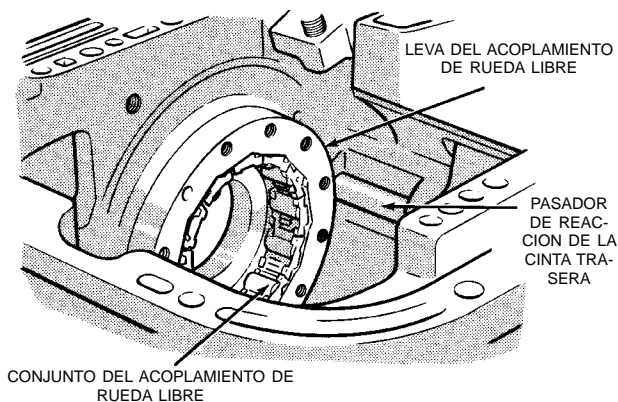

Fig. 115 Desmontaje del conjunto del acoplamiento de rueda libre
(31) Retire el tambor de primera-marcha atrás y la cinta trasera.
(32) Retire el conjunto de rodillo del acoplamiento de rueda libre y muelle como una unidad (Fig. 115).